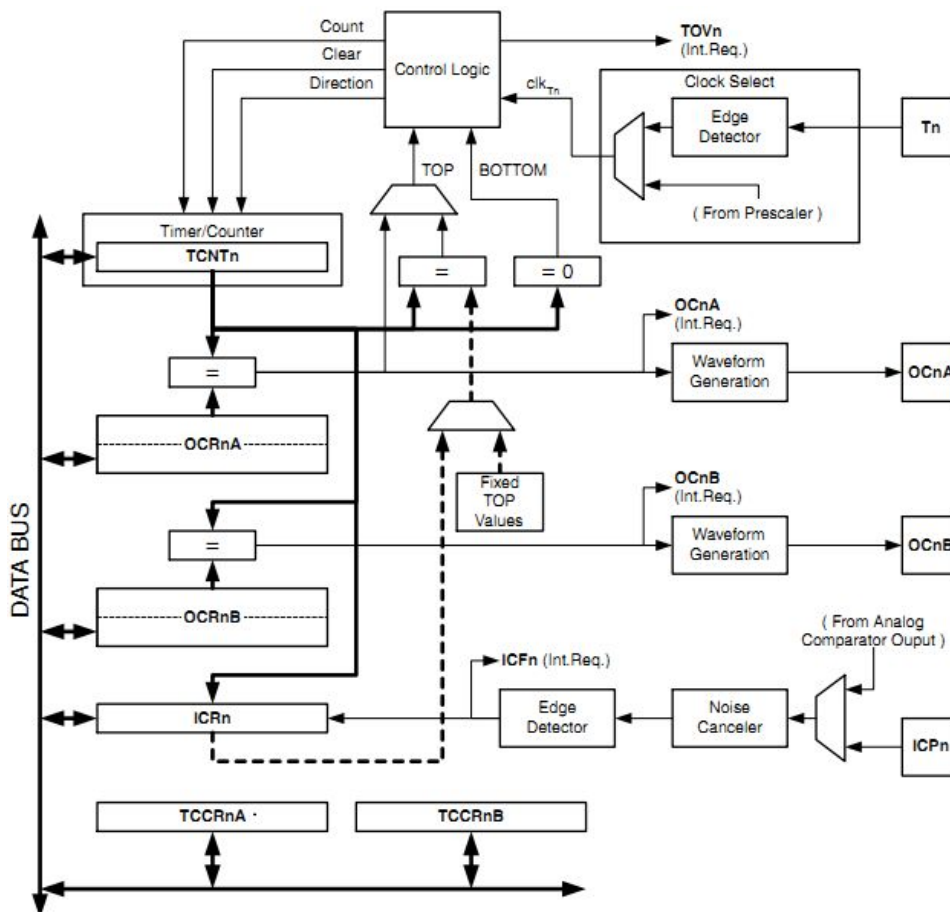

Рисунок 9.4 – Структурна схема таймера-лічильника TCNT1
- Структурна схема таймера/лічильника TCNT1 показана на рис. 9.4.